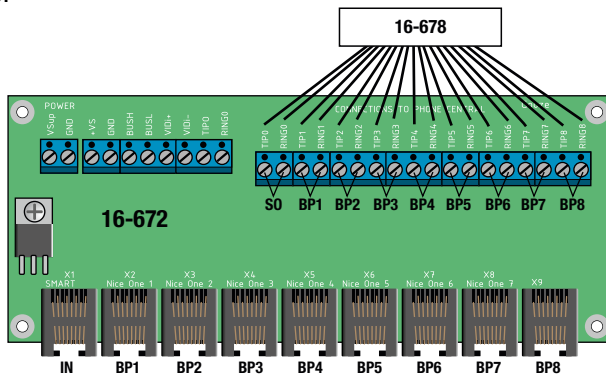

fig.2: conectar una central telefónica al repartidor
- Conectar las líneas telefónicas analógicas al bloque de conexión situado en el interior del repartidor de vídeo (fig. 2).